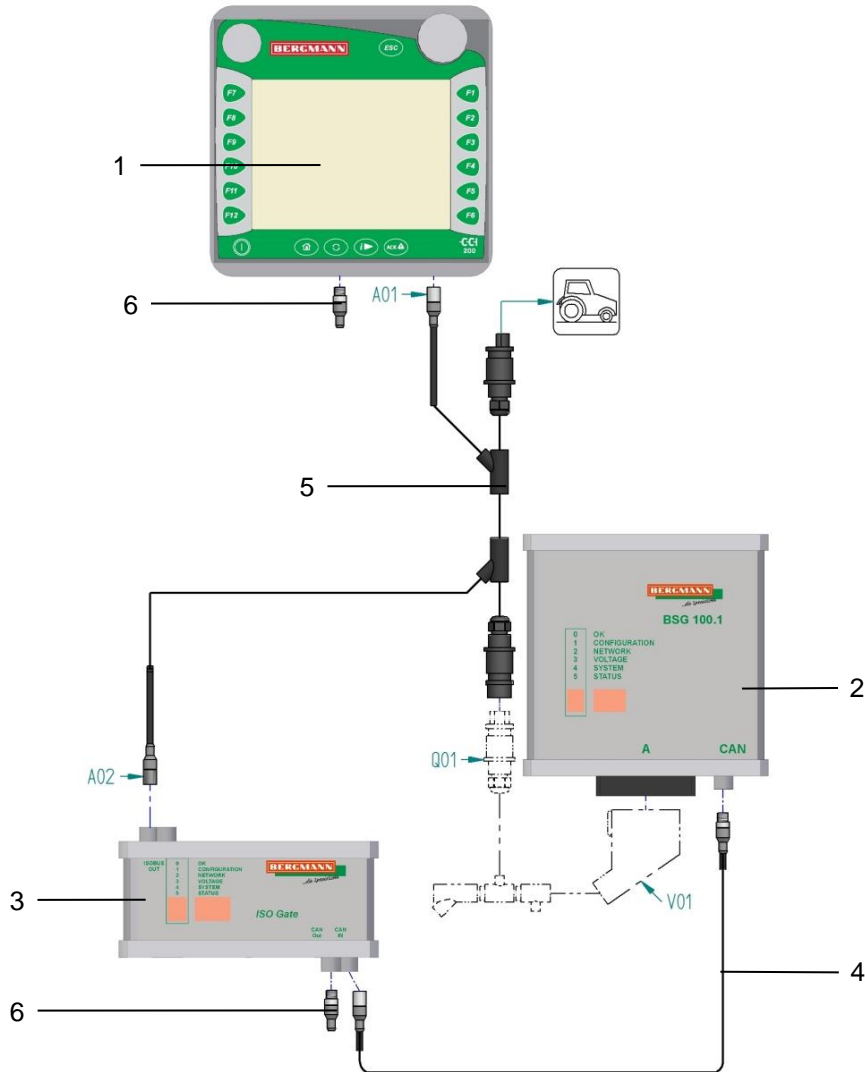

Bild 4: Anschlusschema des Terminals CCI50 / CCI200 mit BSG100 + ISO-GATE
- Verbinden Sie das Steuergerät BSG100 (Bild 4 / Pos.2) mit dem Steuergerät ISO-GATE (Bild 4 / Pos.3) mittels Verlängerungskabel CAN-BUS (Bild 4 / Pos.4) unter Berücksichtigung der nachfolgenden Daten:
- Verbinden Sie die Anschlüsse des Versorgungskabels (Bild 4 / Pos.5) mit den entsprechenden Anschlüssen des Kabelbaums, des Terminals (Bild 4 / Pos.1), des Steuergerätes ISO-GATE (Bild 4 / Pos.3) und der Stromversorgung am Traktor unter Berücksichtigung der nachfolgenden Daten:
- Verbinden Sie den Abschlusswiderstand (Bild 4 / Pos.6) mit dem Steuergerät BSG ISO-GATE (Bild 4 / Pos.3) unter Berücksichtigung der nachfolgenden Daten:
- Verbinden Sie den Abschlusswiderstand (Bild 4 / Pos.6) mit dem Terminal (Bild 4 / Pos.1) unter Berücksichtigung der nachfolgenden Daten: